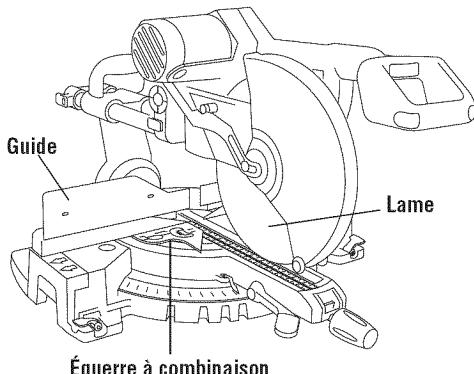

Figure 9. Lame d'équerre par rapport au guide
- Abaissez l'ensemble de la tête, sortez la goulotte de blocage en la tirant et tournez-la de 90°, faites-la pivoter pour bloquer l'ensemble de la tête en position basse. Assurez-vous que la table est au cran 0° et serrez le bouton de blocage d'onglet. Placez l'équerre adéquatement de manière à ce qu'elle ne vienne pas en contact avec les dents de la lame de scie. La lame de scie doit venir en contact avec toute la longueur de l'équerre (Figure 9).